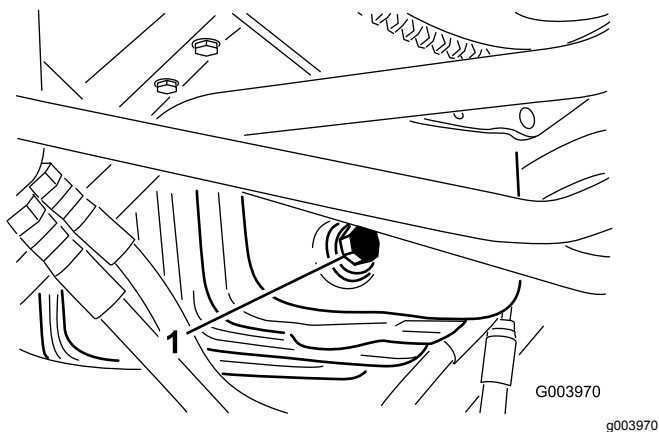

図 50
1. ドレンプラグ 図 50 を外してオイルを容器に受ける。